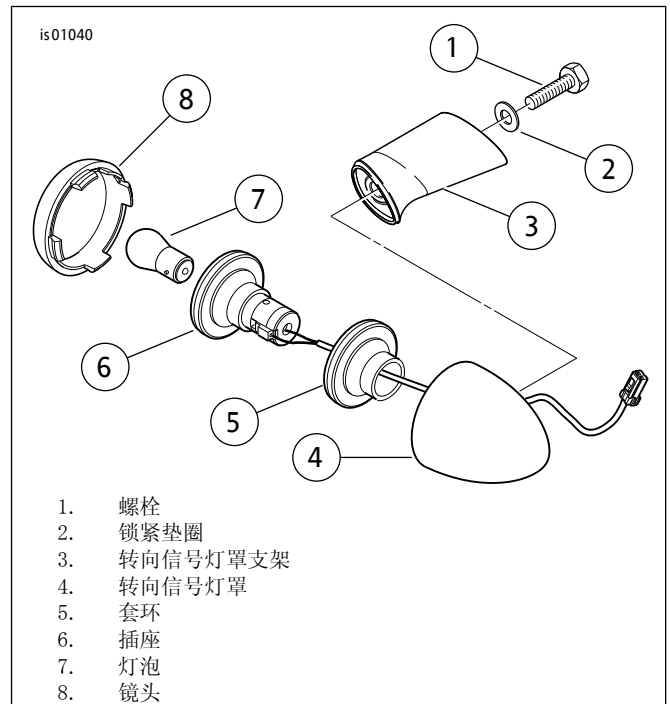

图1。拆卸原厂转向信号
2. 参见图1。从后转向信号灯罩( 4 )拆下镜头( 8 )。从反射镜( 6 )的插座上拆下灯泡( 7 )。
- 参见图1。将左侧转向信号灯泡(7)安装至插座(6)中。将镜头(8)安装至左侧转向信号灯罩(4)中。